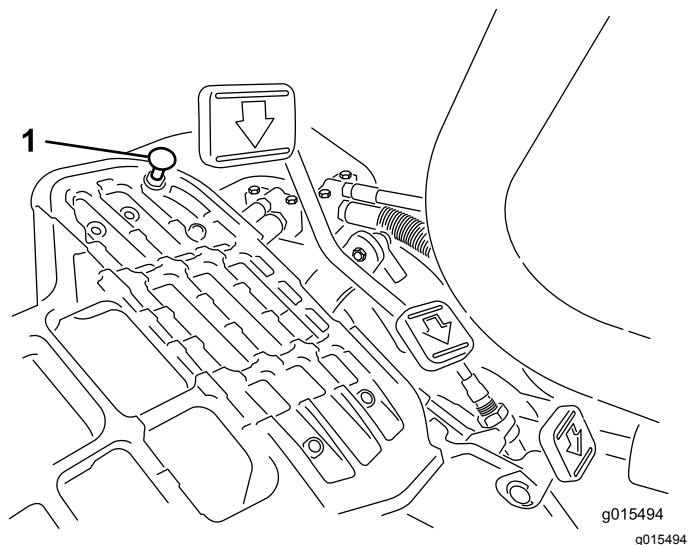

Figura 38
Se il pedale tocca il fermo (Figura 38) prima che avvertiate la tensione sul cavo, effettuate la seguente procedura di regolazione:
1. Spostate la leva di comando delle funzioni in posizione di TRASFERIMENTO e allentate il dado di bloccaggio che fissa il fermo del pedale alla piastra di appoggio (Figura 38).